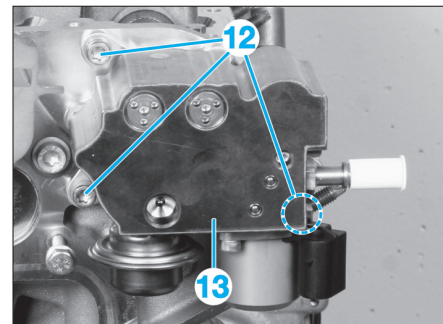

Fig. 38
- Desserrer le tuyau d'alimentation haute pression carburant (11) en "b" et "c".
- Déposer le tuyau d'alimentation haute pression carburant (11).
- Desserrer et déposer les fixations (12) de la pompe haute pression carburant puis la pompe haute pression carburant (13). (Fig.38).